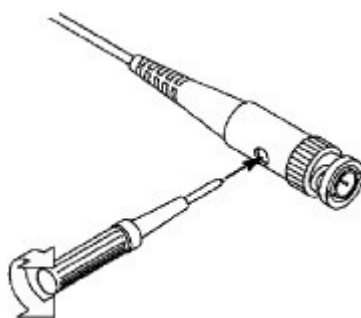

Рисунок 3-7 Відрегулюйте зонд
2. Перевірте відображені форми хвиль і відрегулюйте пробет до досягнення правильної компенсації (див. *Рис. 3-6* і *Рис. 3-7*).